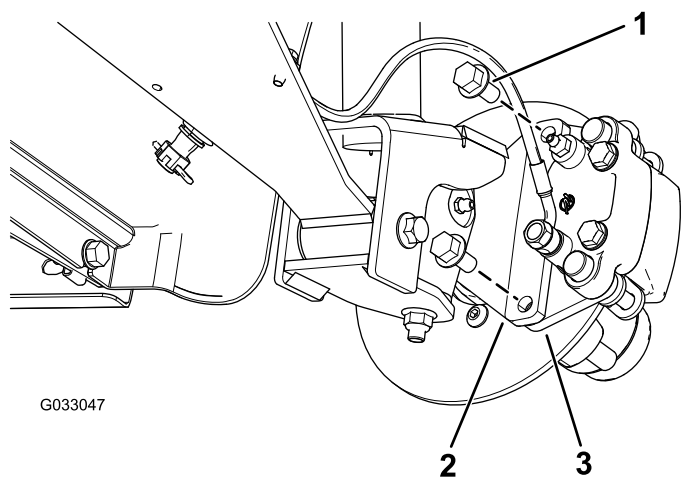
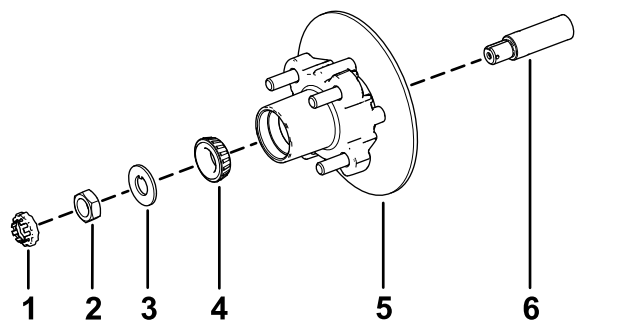

図 32
図 36
3. ブレーキアセンブリ用のブラケットをスピンドルに固定しているフランジヘッドボルト $\frac{3}{8}$ " x $\frac{3}{4}$ "を外してスピンドルからブレーキを取り外す 図 32。
1. スピンドルに所定のグリスを薄く塗る 図 36。
2. ハブとロータをスピンドルに取り付ける。ロータを内側にする 図 36。
3. スピンドルに外側ベアリングを取り付けてレースにはめる 図 36。
4. スピンドルにタブワッシャを取り付ける 図 36。
5. スピンドルにスピンドルナットを取り付け、ハブを回してベアリングを着座させながらナットを $15 \text{ N}\cdot\text{m}$ $1.52 \text{ kg}\cdot\text{m}$ $= 11 \text{ ft}\cdot\text{lb}$ に締めつける 図 36。
2. ブレーキパッドをロータのそれぞれの側に合わせ 図 32、キャリパブラケットの穴と、スピンドルフレームのブレーキ取り付け部の穴を整列させる 図 36。
3. キャリパブラケットをスピンドルフレームに固定する 図 32 フランジヘッドボルト $\frac{3}{8}$ " x $\frac{3}{4}$ " 2本を使用する。